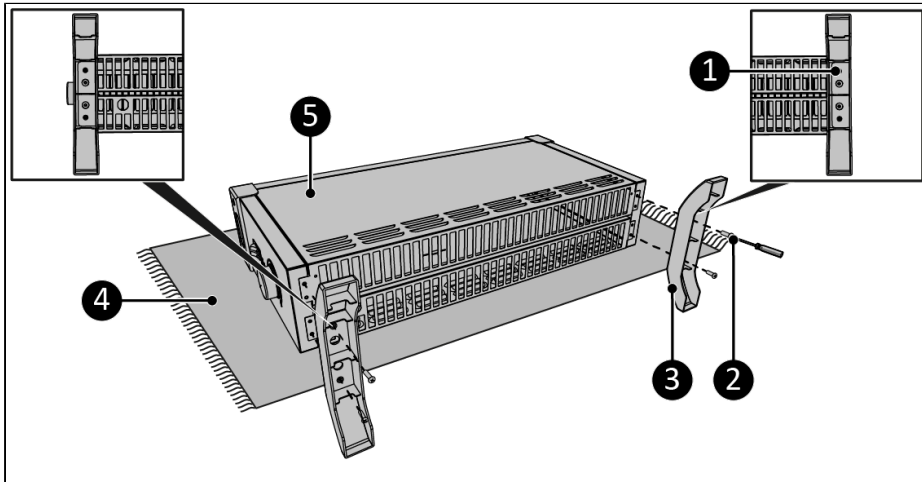

Figure 15.
1. Posez l'appareil sur une surface douce et stable (Figure 15, pos. 4).
2. Placez les pieds (Figure 15, pos. 3) des deux côtés du corps principal (Figure 15, pos. 5).
3. À l'aide d'un tournevis Phillips (Figure 15, pos. 2) et avec les petites vis (Figure 15, pos. 1), vissez et serrez les pieds en utilisant les deux trous.